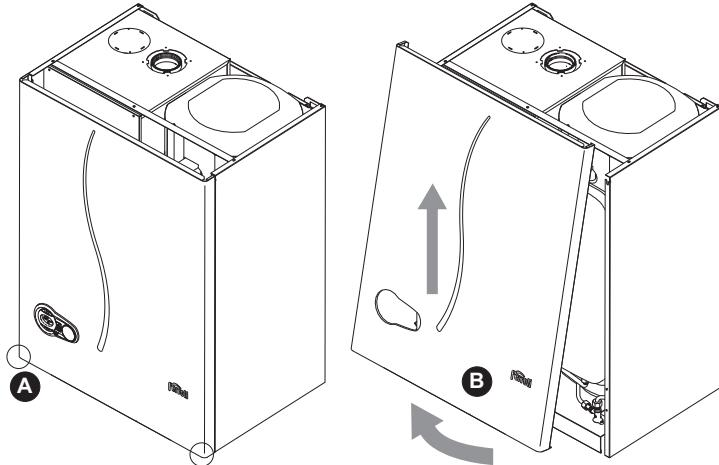

fig. 21 - Openen van het voorpaneel
1. Draai de schroeven A los (zie fig. 21).